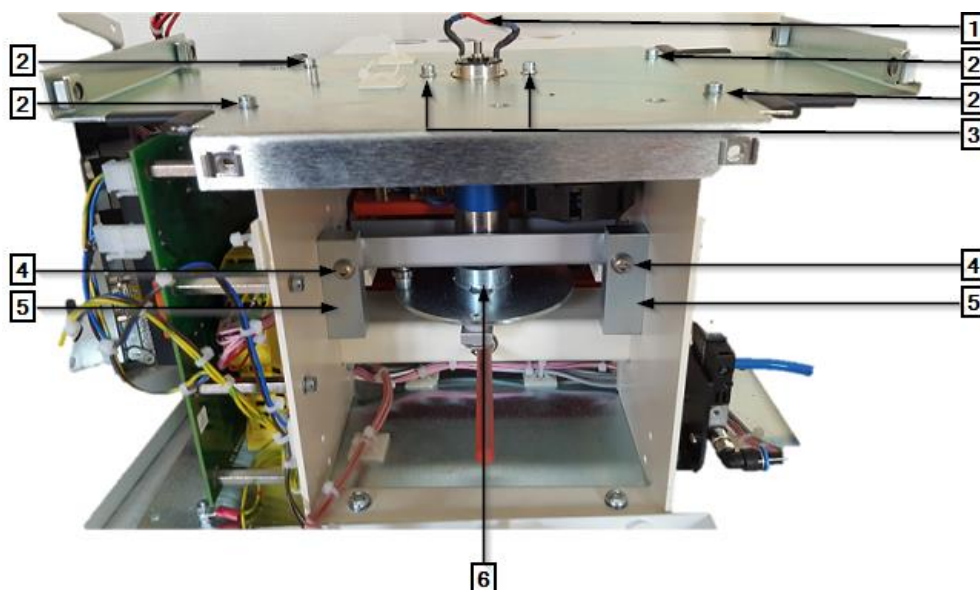

Abb. 71 : Zostava motora bez krytov (pohľad zozadu)
- ➔ V prípade potreby otvorte káblové viazače medzi procesorom a kondenzátorom. Pre nasledujúci popis pozri Abb. 71 : Zostava motora bez krytov (pohľad zozadu), strana 105.
- ➔ Skontrolujte, či je štrbina upínacích čeľustí na ohrievacej komore v pozícii **Naplniť** paralelne. V prípade potreby prestavte polohovacie skrutky motora (2).
- ➔ Uťahnite polohovacie skrutky motora M6x40 (2) a poistné matice na základnej doske (1) zostavy motora.
- ➔ Upevňovacie skrutky umiestnite na konzole motora a utiahnite ich. Pozri Abb. 71 : Zostava motora bez krytov (pohľad zozadu), strana 105.